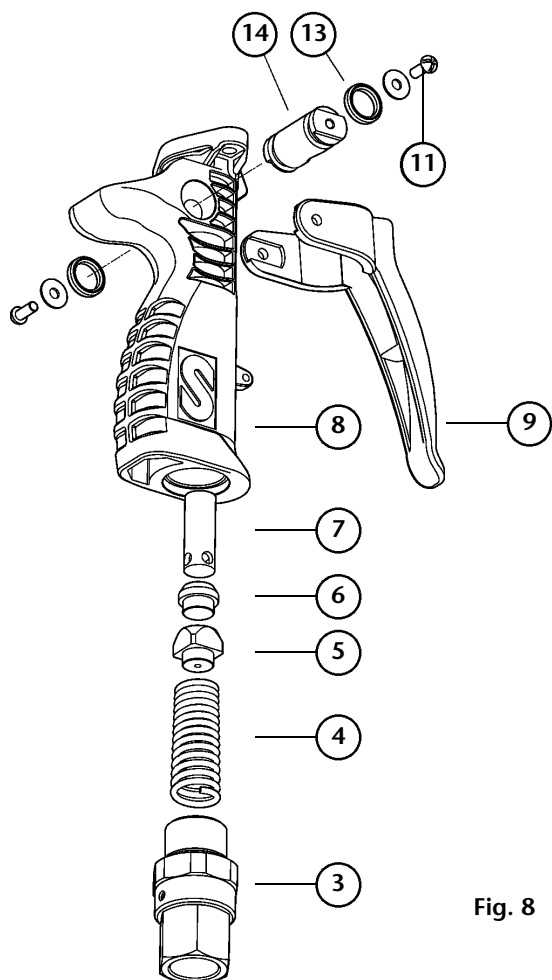

Fig. 8
Remove the inlet swivel (3) to access the internal parts: spring (4), valve (5-6) and sleeve (7) (fig 8).
Retirar la rótula (3) de la entrada para extraer las partes internas: muelle (4), válvula (5-6) y empujador (7) (Fig. 8).
Retirer la rotule (3) située au niveau de l'entrée pour extraire les pièces suivantes : le ressort (4), la valve (5-6) ainsi que l'amorceur (7) (Fig.8).
Das Anschlußgelenk (3) abschrauben, um die inneren Teile wie Feder (4), Ventil (5-6) und die Buchse (7) zu erreichen. (Bild 8). Die Schrauben (11) lösen, um den Abzug (9), die Achse (14) und die O-Ringe (13) zu entfernen.